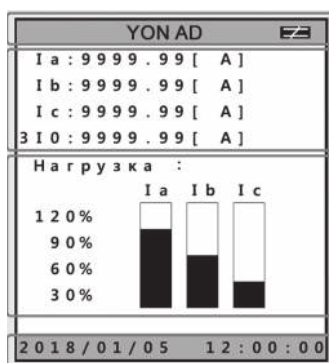

Рисунок 7 – Жидкокристаллический дисплей MR8.1
#### 4.2.4.3 Интерфейс микропроцессорного расцепителя, смотри рисунок 7.
4.2.5.3 Интерфейс микропроцессорного расцепителя MR8.2 соответствует MR8.1 (рисунок 7).